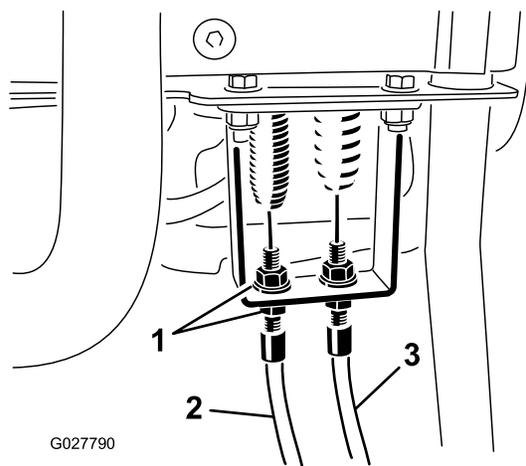

Figura 50
3. No anteparo da alavanca de controlo, soltar o cabo de controlo do cilindro até haver folga no cabo (Figura 50).